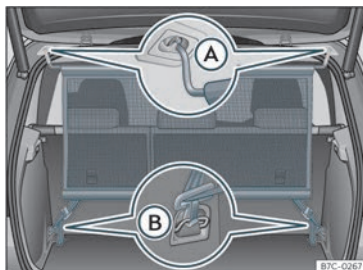

Fig. 122 Rede de separação montada.
- Engate a rede de separação no alojamento esquerdo do teto»» Fig. 122 (A). Assegure-se de puxar a vareta transversal para baixo para além da posição superior.
• Engate a rede de separação no alojamento direito do teto, comprimindo a vareta transversal»» Fig. 122 (A).
• Engate os dois ganchos da rede de separação nas argolas de fixação da bagageira »» Fig. 122 (B) e tensione bem os cintos de fixação.